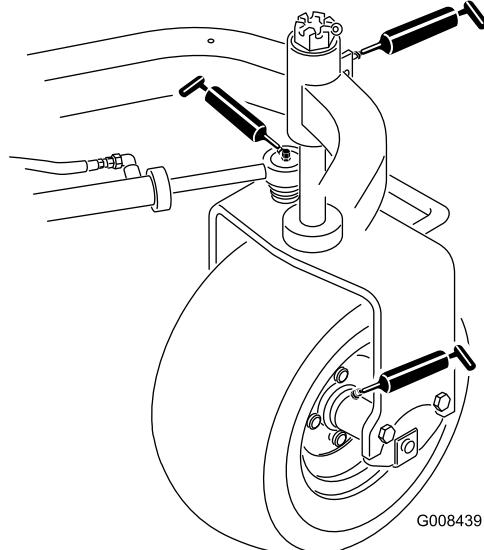

图34
- 后轮轮毂 1 个 图34
- 脚轮轴承 1 个 图34
- 转向油缸 2 个 图34